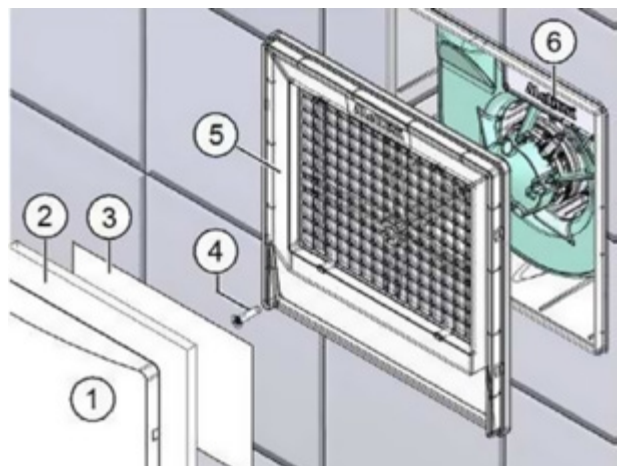

Abb. 10: Ansaugdeckel entfernen
- Greifen Sie an einer Ecke von unten in den Ansaugdeckel (Pos. 1 in Abb. 10) und ziehen Sie den Ansaugdeckel vom Filterträger (Pos. 5 in Abb. 10) ab
- Entfernen Sie den Filter (Pos. 2 in Abb. 10) und ggf. das Reguliervlies (Pos. 3 in Abb. 10, nur bei Lüftern von 60 m³/h mit seitlichem Ausblas)
- Entfernen Sie die M6-Senkkopfschraube (Pos. 4 in Abb. 10)
- Entfernen Sie den Filterträger (Pos. 5 in Abb. 10)
- Entfernen Sie den Anschlussdeckel (Pos. 6 in Abb. 10). Die Potentiometer zur Einstellung der Lüfterfunktion befinden sich hinter dem Anschlussdeckel.
- Setzen Sie den Anschlussdeckel (Pos. 6 in Abb. 10) wieder ein.
- Setzen Sie den Filterträger (Pos. 5 in Abb. 10) auf.
- Befestigen Sie den Filterträger mit der M6-Senkkopfschraube (Pos. 4 in Abb. 10)
- Setzen Sie ggf. das Reguliervlies (Pos.3 in Abb. 10, nur bei Lüftern mit einer Luftleistung von 60 m³/h mit seitlichem Ausblas), den Filter (Pos. 2 in Abb. 10) und den Ansaugdeckel (Pos. 1 in Abb. 10) auf das Gerät auf.